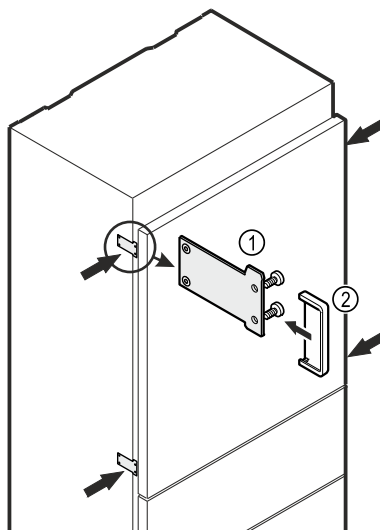

Fig. 23
- Připevněte spotřebič ke korpusu nábytku pomocí upevňovacích úchytů Fig. 23 (1) a vždy dvou šroubů 4x16.
- Namontujte kryt Fig. 23 (2).